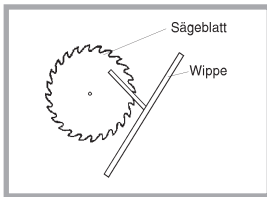

Abb. 6
- neues Sägeblatt in Schneidrichtung zur Bedienperson auf die Welle aufschieben (siehe Abb. 6).